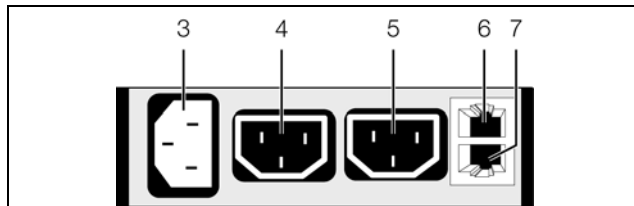

Рис. 9: Задняя сторона блока контроля питания
Блок контроля питания обеспечивается необходимым питанием через подключение CAN-Bus. Для питания внешних потребителей необходимо дополнительно подключить питания ко входу блока контроля питания (рис. 9, поз. 3).
- К АС-выходу 1 или к АС-выходу 2 подходящим кабелем подключите питание внешнего потребителя, например, вентилятора (рис. 9, поз. 4, 5).
- Подключите кабель ко входу питания блока контроля питания, а также к сети питания (рис. 9, поз. 3).
- Соедините блок контроля питания кабелем CAN-Bus с Процессорным блоком СМС III или соседними элементами в шине CAN-Bus (рис. 9, поз. 6).
■ При необходимости подключите ко второму, свободному интерфейсу CAN-Bus блока контроля питания (рис. 9, поз. 7) следующий компонент (например, датчик другого типа).